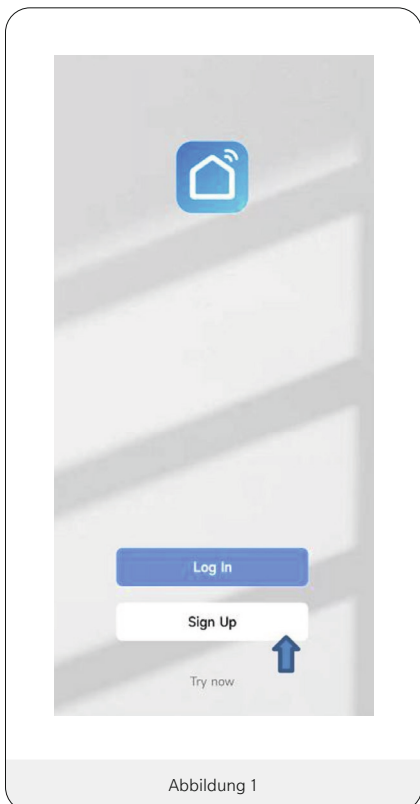

Abbildung 1
1. Tippen Sie auf die Schaltfläche „Anmelden“ am unteren Bildschirmrand, wie in Abbildung 1 gezeigt.